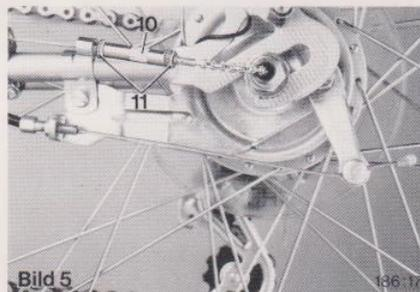

Bild 5
- Rändelmutter ⑩ an Einstellhülse ⑪ lösen (Bild 5).
- Einstellhülse ⑪ drehen, bis Zugseil straff ist (Bild 5).